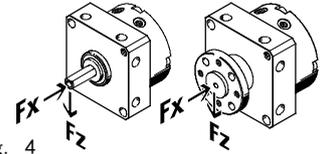

Fig. 4
- 4. 请您确保当固定工作负载时遵守以下给定条件 (Fig. 4):